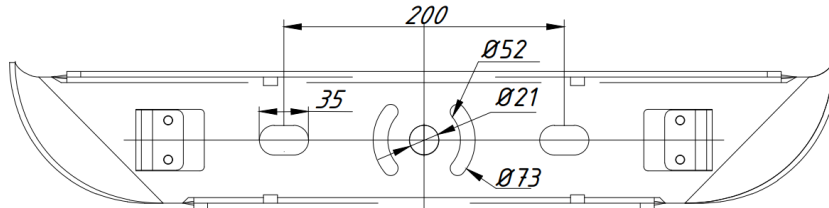

Рис. 1.
6.6.2 Просверлить отверстия под монтаж светильника с учетом карты отверстий крепления (Рис.1)